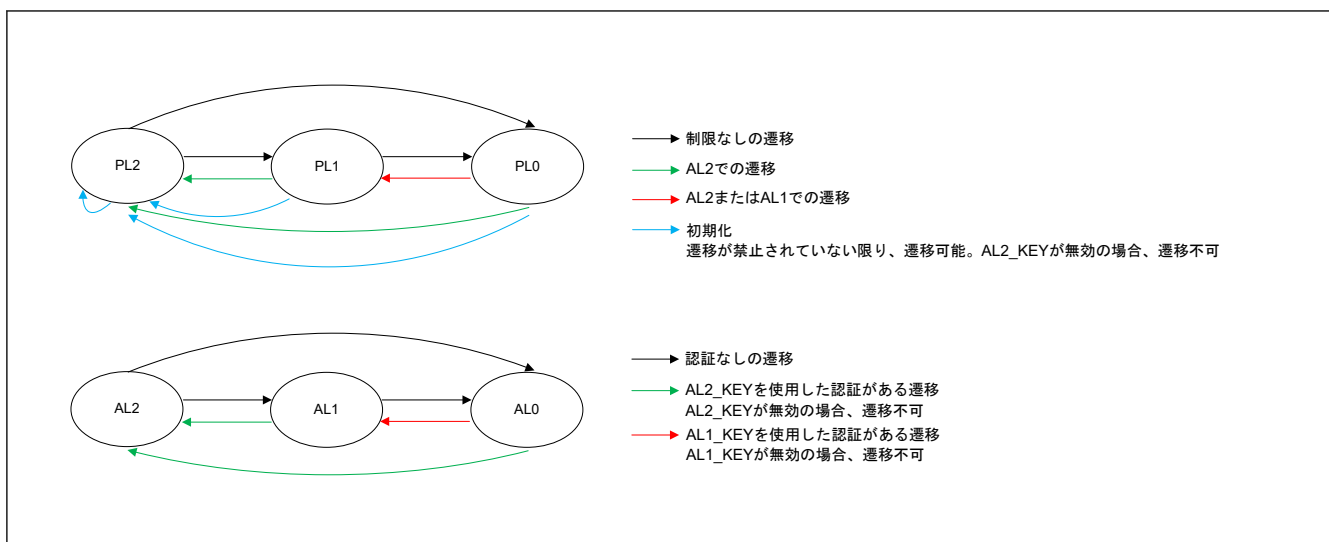

図 37.8 PL/AL 状態と遷移
保護レベル (PL) と認証レベル (AL) はデバッグ機能とシリアルプログラミングインタフェースの可用性を決定します。OEM 状態の場合を除き、PL と AL は固定されています。OEM 状態では、PL と AL にはそれぞれ 3 つのレベルが設定できます。AL は一時的な認証状態を示し、MCU パワーオンリセット後に PL に初期化できます。PL と AL のどちらもブートファームウェアだけが変更でき、アプリケーションでは変更できません。図 37.8 に使用可能な保護レベル状態と認証レベル状態、および遷移を示します。表 37.7 に各レベルでのデバッグ機能とシリアルプログラミングインタフェースの可用性を示します。